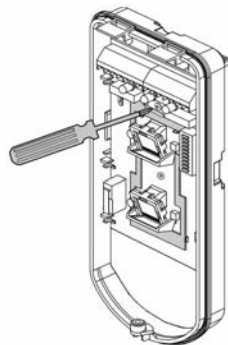

Figura 8
- b. Utilizzare un cacciavite per svitare la vite di blocco (vedi Figura 8).